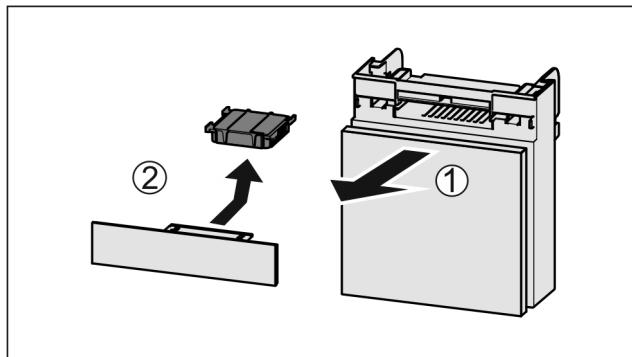

Fig. 70
► Fach nach vorne herausziehen Fig. 70 (1).
► Aktivkohlefilter entnehmen Fig. 70 (2).